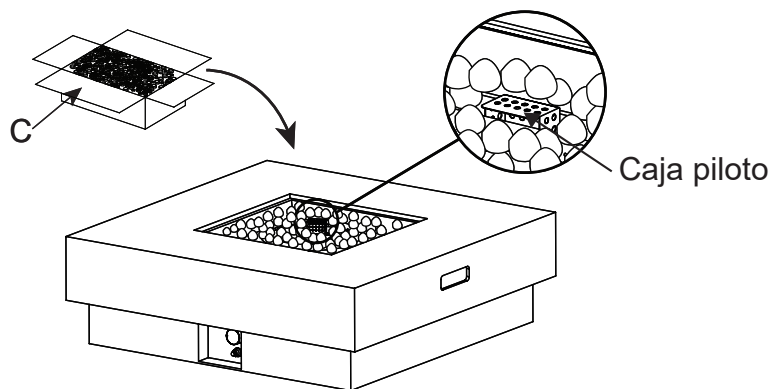

Figura 12
11. Abra la caja de piedras volcánicas y colóquelas (C) en el recipiente de fuego del brasero (B) (ver Figura 12).